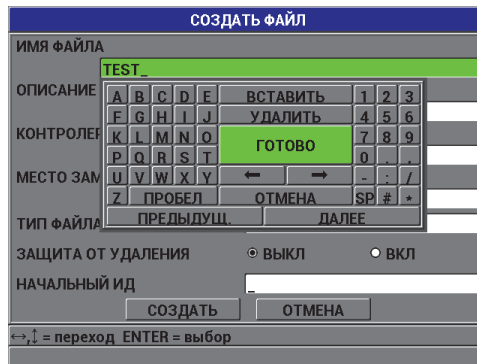

Рис. 7-2 Экран СОЗДАТЬ ФАЙЛ
2. В окне **СОЗДАТЬ ФАЙЛ** (см. Рис. 7-2 на стр. 118):